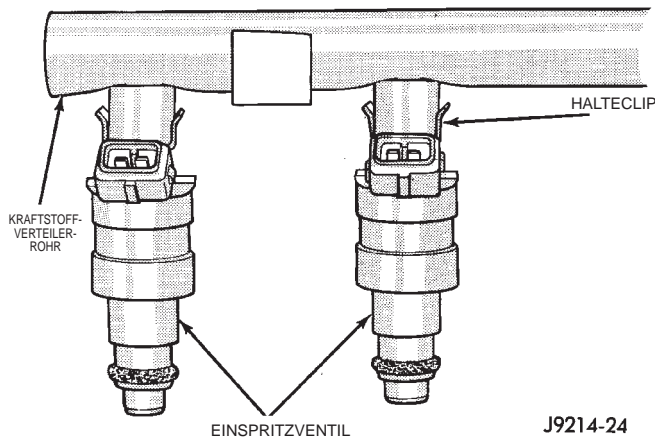
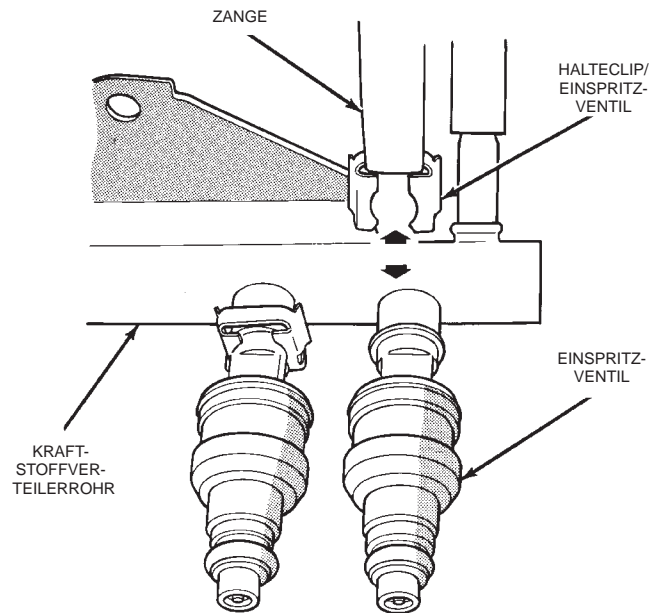

Abb. 32 Befestigung/Einspritzventile
Abb. 33 Halteclips/Einspritzventile—Einspritzventil als typisches Beispiel
(1) Das Kraftstoffverteilerrohr ausbauen. Näheres hierzu siehe "Ausbau, Kraftstoffverteilerrohr" in diesem Abschnitt.
(2) Die Halteclips demontieren, mit denen die Einspritzventile am Kraftstoffverteilerrohr befestigt sind (Abb. 32) oder (Abb. 33).